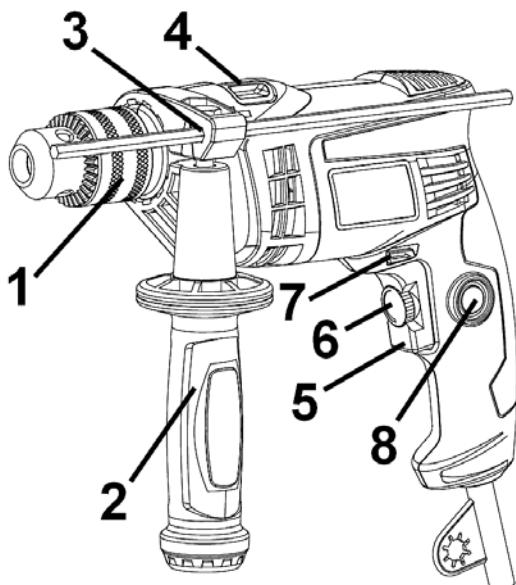

Рисунок 1
Переключение режимов работы изделия осуществляется переводом переключателя (4) (см. рис. 1) из одного крайнего положения в другое в сторону соответствующего символа режима работы:
- Ударно-вращательный режим – переключатель (4) должен быть переведен до упора в сторону символа
- Вращательный режим – переключатель (4) должен быть переведен до упора в сторону символа
5.2 Выберите необходимый режим работы изделия с помощью переключателя (4) (см. рисунок 1).
Переключение режимов работы изделия осуществляется переводом переключателя (4) (см. рис.1) из одного крайнего положения в другое в сторону соответствующего знака режима работы: